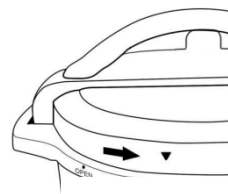

Figura 3
e " " sul bordo del coperchio (2) (Figura 3).